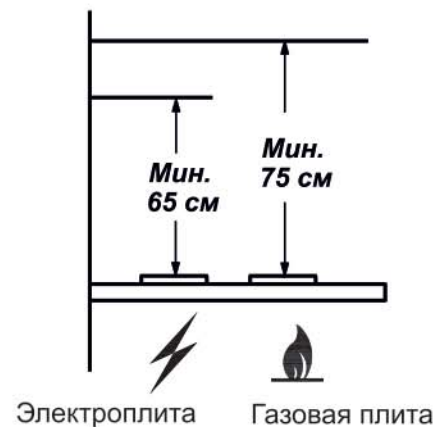

РИС. 1
- при установке зонта соблюдайте указания п. 1.2 (рис.1.)
1.2 Устанавливайте его над плитой, как показано рис. 1.
4.7 Устанавливайте зонт над плитой в соответствии с рис. 1.